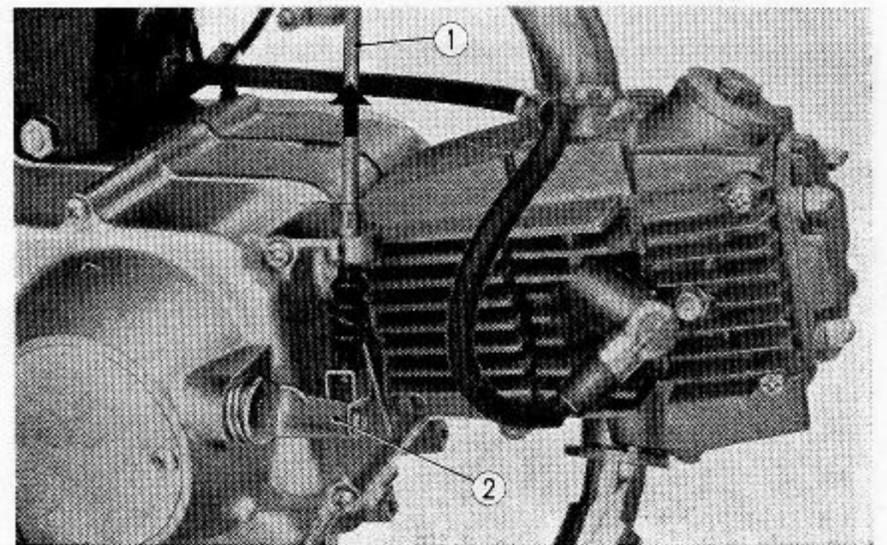

Abb. 4.3 Kupplungszug ausbauen
(2) Kupplungszug vom Kupplungsaußenhebel lösen. (Abb. 4.3)